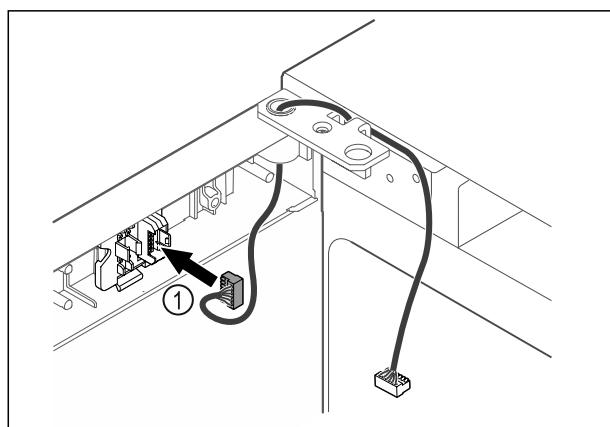

Fig. 42
- Τοποθετήστε το φίς Fig. 42 (1) στο στήριγμα του φίς.